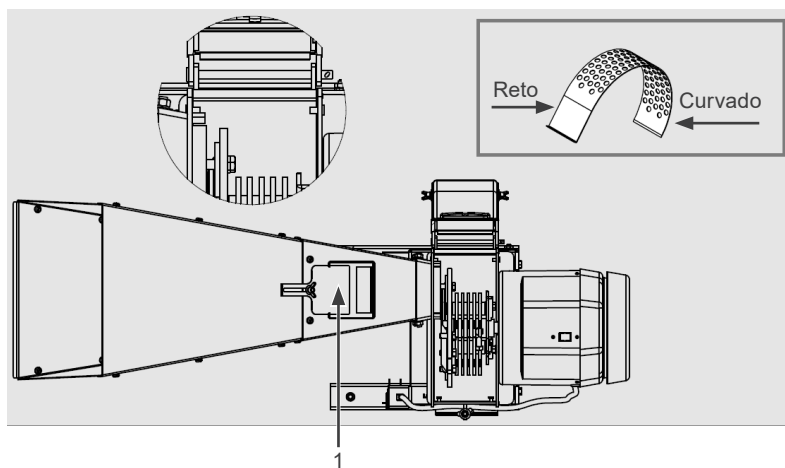

Figura 6.3: Peneira no corpo do triturador
- Após escolher a peneira, monte a peneira no corpo do triturador na posição indicada na Figura 6.3 na página 6-2.